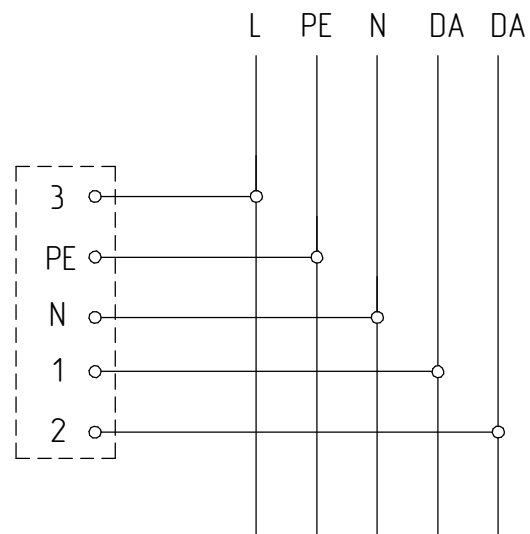

Рисунок 7 - Схема подключения светильников с управлением к сети
5.5 Подключения светильника с функцией управления производить согласно схеме (см. рисунок 7), провода управления подключаются строго с соблюдением полярности, указанной в маркировке.